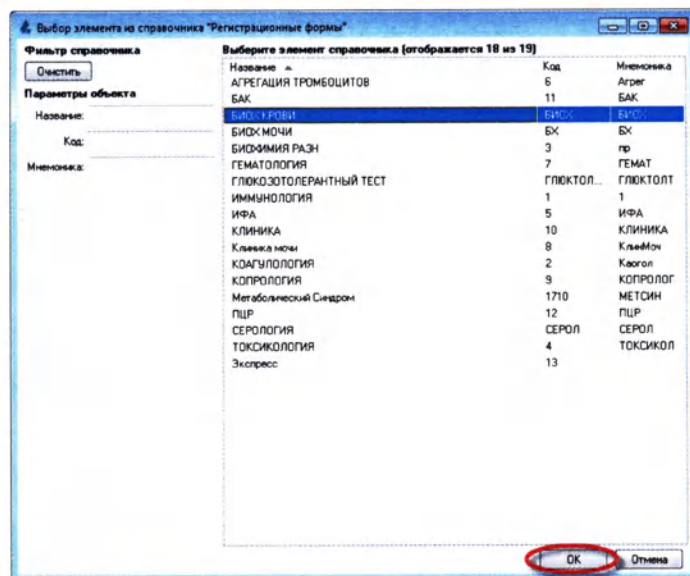

Рисунок 2.79
6. Если нужно выбрать другую регистрационную форму, то в открывшемся окне **«Выбор элемента из справочника»** щелкните по необходимой форме (Рисунок 2.79). Если в регистрационной форме нет изменений, перейдите к шагу 8►